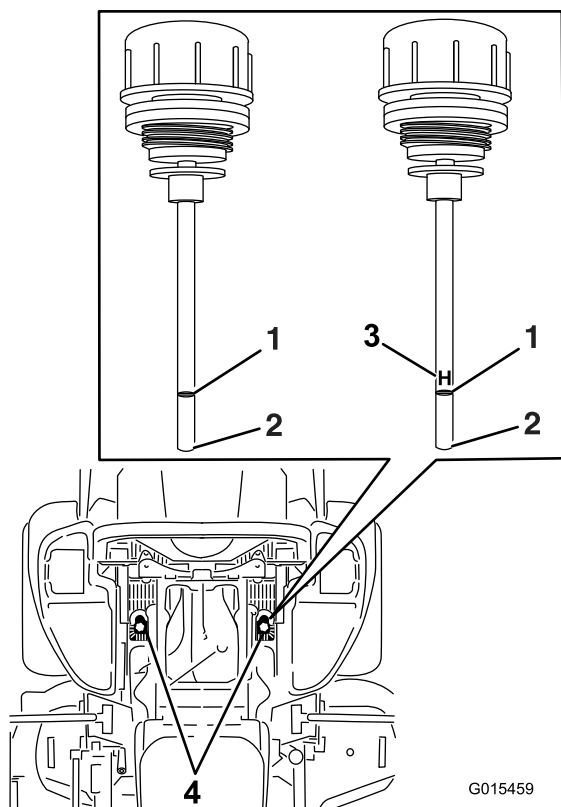

Figura 85
6. Limpie la zona alrededor de las varillas de los depósitos del sistema hidráulico (Figura 85).
7. Retire una varilla del depósito de aceite hidráulico (Figura 85).
9. Retire la varilla e inspeccione el extremo (Figura 85).